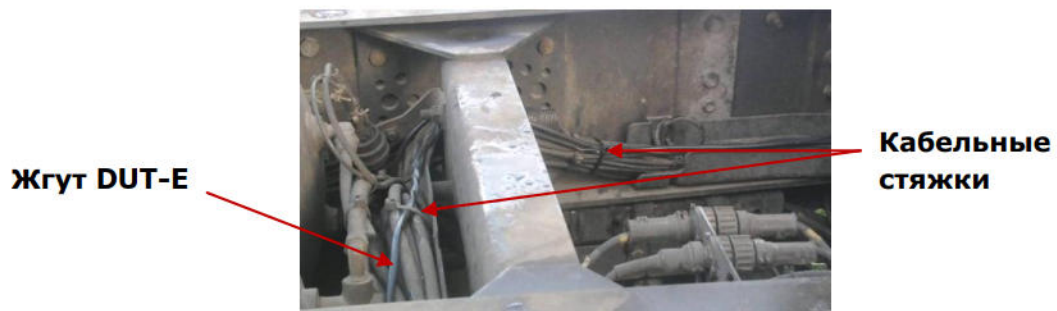

Рисунок 15 — Укладка жгута DUT-E
- 3)** Жгут DUT-E **настоятельно рекомендуется** укладывать в местах штатной электропроводки ТС с обязательной фиксацией его положения кабельными стяжками каждые 50 см (см. рисунок 15).